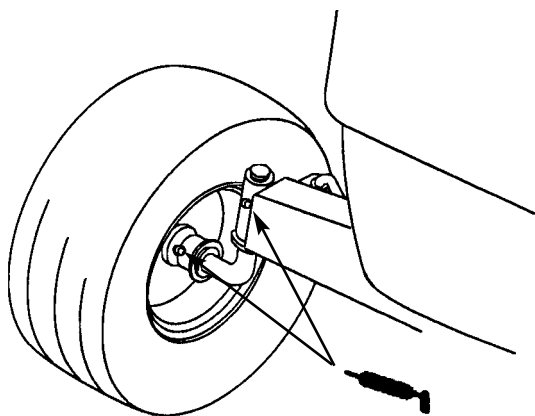

Figure 15
1. Lubrifier les roues avant jusqu'à ce que la graisse commence à s'écouler des roulements (Fig. 15).